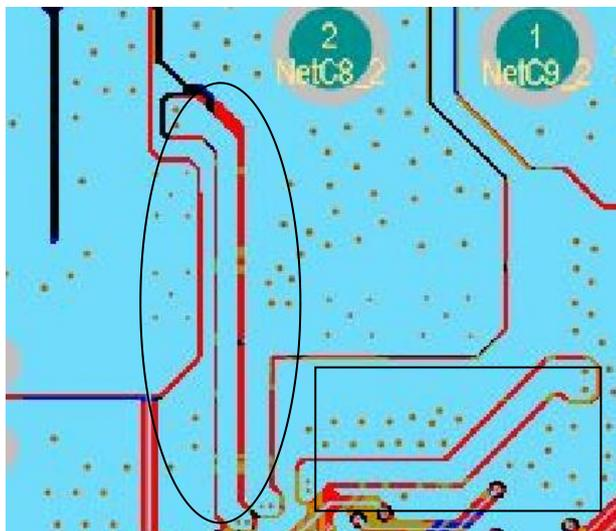

图 11:椭圆圈是上管驱动线和 SW 紧挨走，长方形圈内是下管驱动线，上下管驱动线之间有地隔开
3) 上下管驱动线尽量不紧挨在一起，最后有地隔开，上管驱动回路是 SW,可以紧挨 SW 走线，下管驱动回路是 GND,驱动线宽度一般用 0.3mm，有空间放大一点最好，如图 11